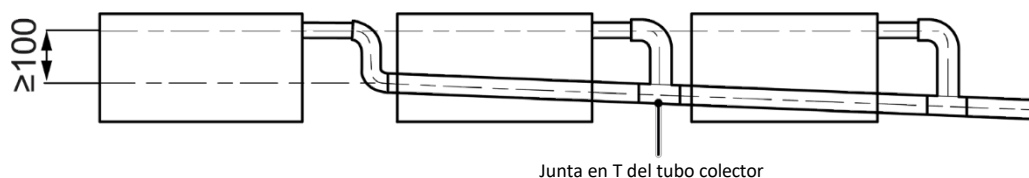

Fig. 4.3.4
- 4 Al conectar varios tubos de desagüe, siga las instrucciones indicadas en la Fig. 4.3.4. Elija un tubo colector de desagüe que se ajuste a la capacidad de la unidad.